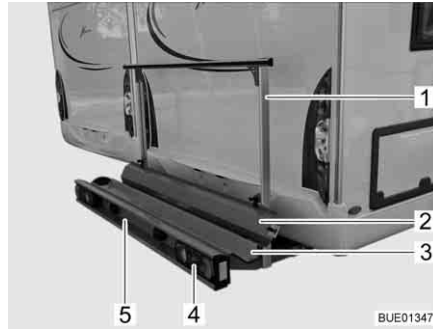
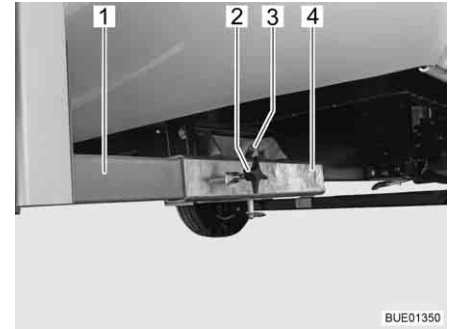

Bild 9 Lastenträger
Bild 10 Befestigung am Fahrzeug
Der Lastenträger (Bild 9) ermöglicht die Mitnahme eines Motorrads oder eines Motorrollers mit einem Gewicht bis zu 130 kg.
- Trägerwanne (Bild 9,3) und Haltebügel (Bild 9,1) mit Befestigung am Fahrzeug (Bild 10)
- Heckleuchten (Bild 9,4)
- Kfz-Kennzeichenbeleuchtung (Bild 9,5)
- Auffahrschiene (Bild 9,2)
Die beiden Längsträger (Bild 10,1) des Lastenträgers sind durch Knebel-schrauben (Bild 10,2) an den Vierkantaufnahmen (Bild 10,4) am Fahrzeugboden fixiert. Gesichert ist der Lastenträger durch einen Bolzen (Bild 10,3) mit Sicherungsring.